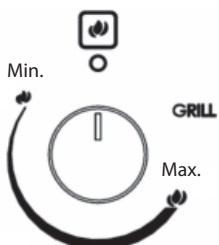
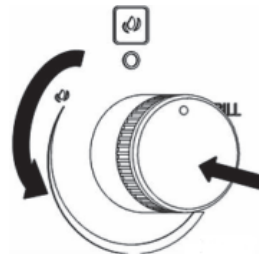
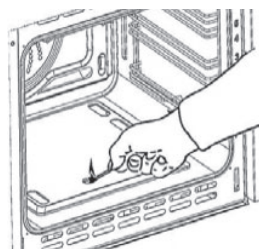

Рис. 3
Рис. 4
Рис. 5
Индикатор на панели управления (Рисунок 3) показывает повышение температуры в печи.
2. Нажмите ручку термостата, чтобы включить электрический розжиг, и удерживая ручку нажатой, поверните ее против часовой стрелки (Рисунок 4), пока она не достигнет максимального положения (Рисунок 3).
Чтобы выполнить розжиг вручную в случае отсутствия электропитания, поднесите пламя близко к точке «А» в нижней части духовки (Рисунок 5), а затем нажмите и поверните ручку термостата (Рисунок 4)..